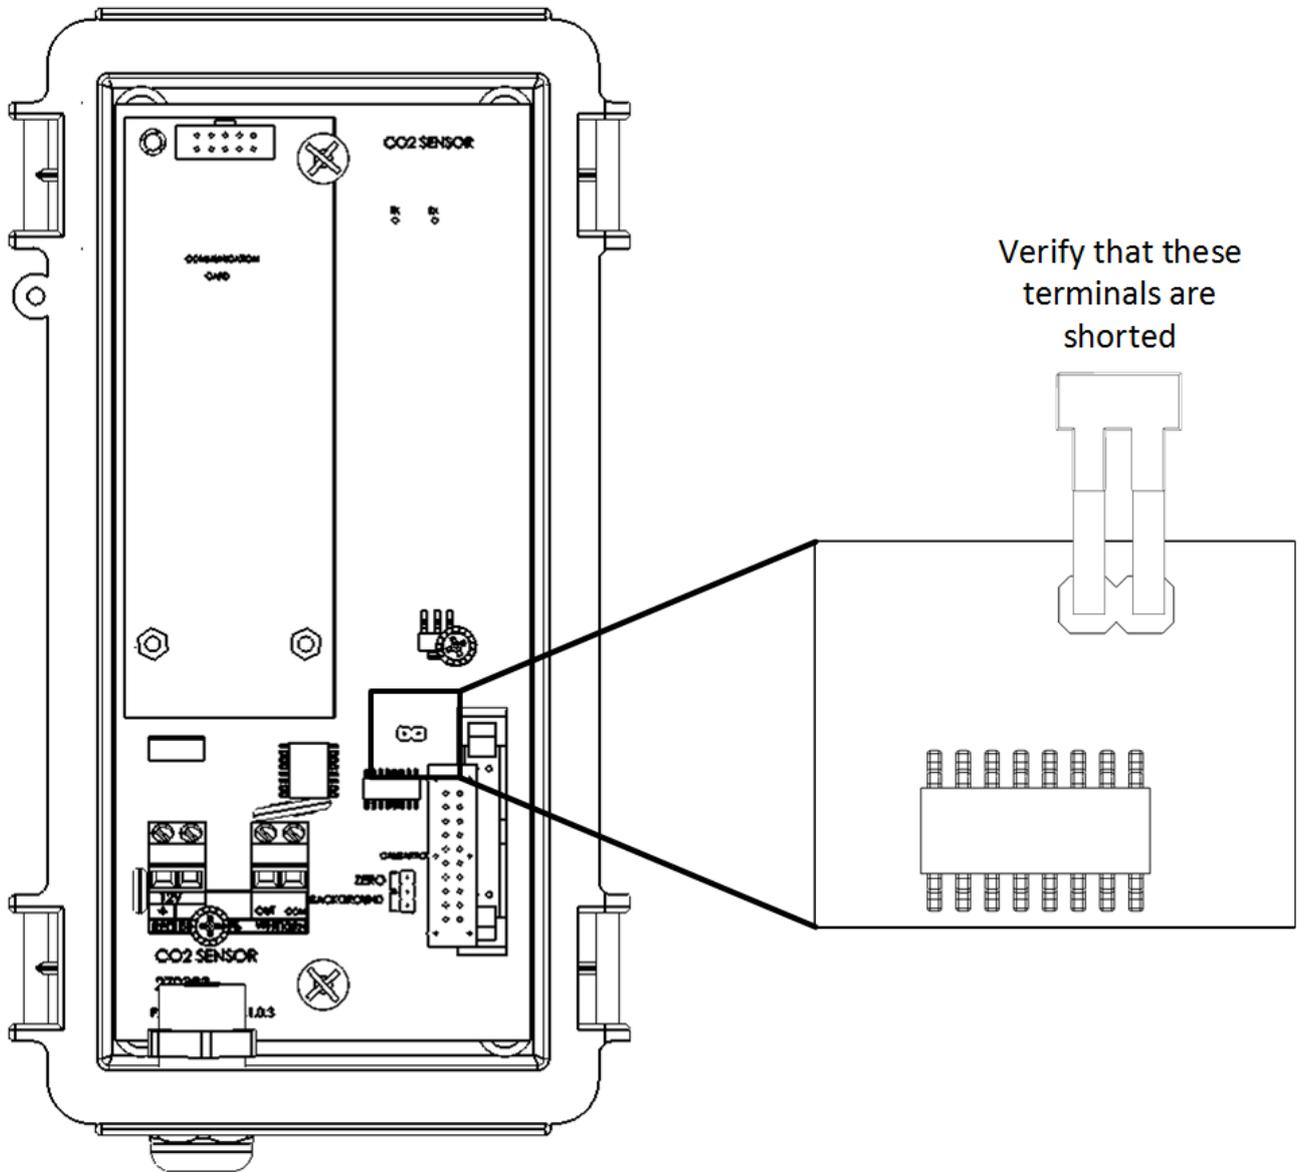

图 11: J2 跳线短接
- 在 CO2 传感器内，检测 J2 跳线是短接的。参阅图 11.